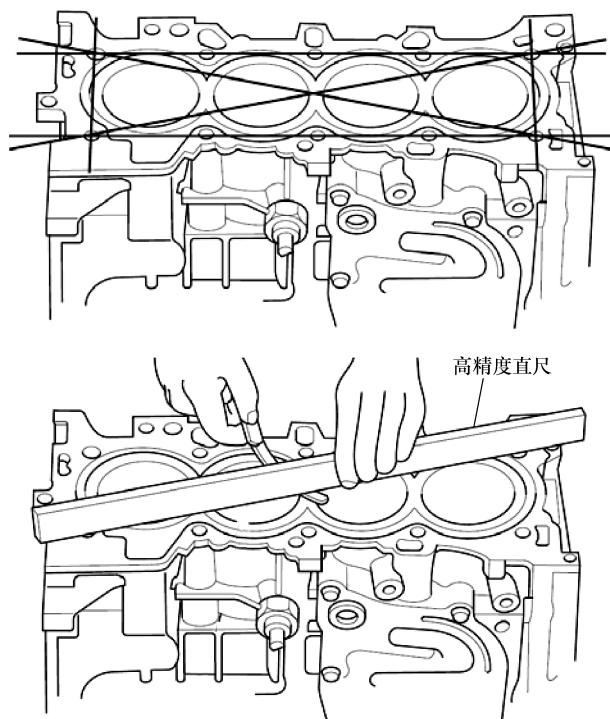

图 7-14 检查缸体翘曲度
- 8) 检查气缸体顶面的翘曲度。如图 7-14 所示，沿着边缘和穿过中心进行测量。